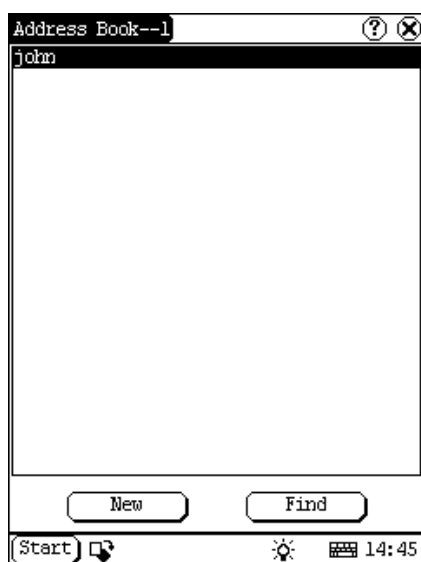

Abb. 4-19
- 3) Klicken Sie auf [Neu], um ein neues Interface der Adresse zu öffnen. (Siehe Abb. 4-19)